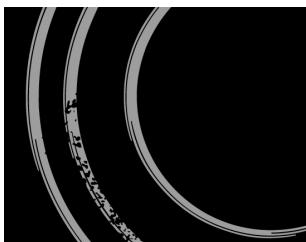

рис. 5
- **Сахар и сладкие блюда** могут сильно повредить стеклокерамическую поверхность (рис. 5), поэтому во избежание повреждения поверхности немедленно удаляйте их с помощью скребка, даже если варочная поверхность еще не остывла (рис. 4).